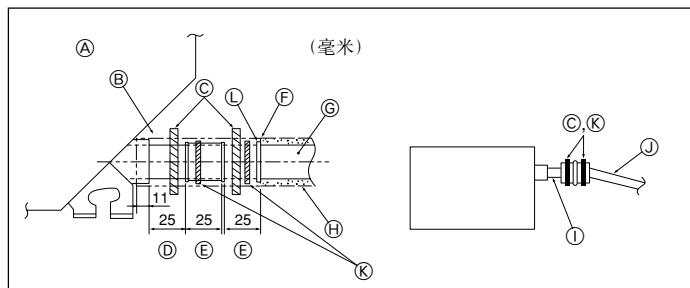

Fig. 3-5
- ⑮ 最多可达83厘米
1. 将排水插座(本机提供)连接至排水口。(Fig. 3-5)